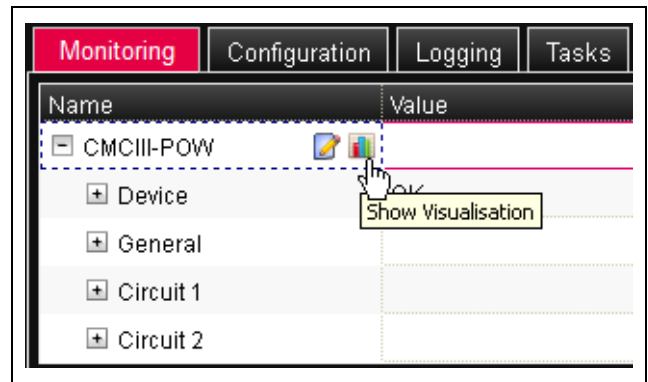

Abb. 28: „Grafik“-Symbol
- Klicken Sie auf das farbige „Grafik“-Symbol hinter dem Eintrag „CMCIII-POW“ in Form eines stilisierten Diagramms (Abb. 28).